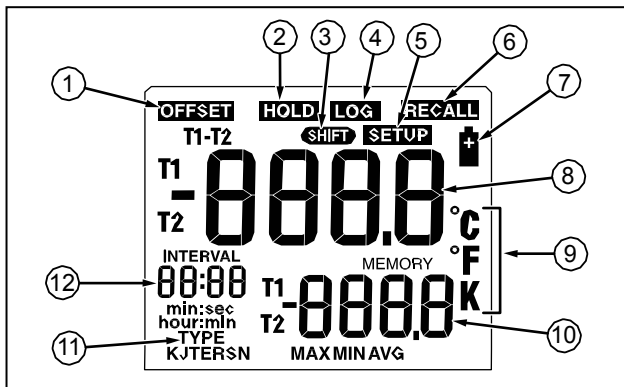

Figure 2. Display Elements
- Рисунок 2 и Таблица 4 описывают дисплей.